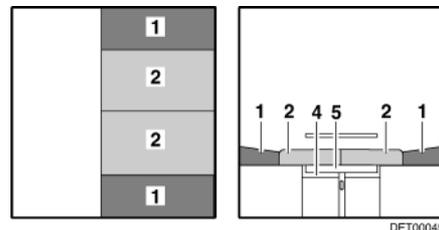

Fig. 45 Después de la transformación
- Tirar de los cojines del asiento (Fig. 45,2) hacia el centro.
- Colocar los cojines del respaldo (Fig. 45,1) entre los cojines del asiento y la pared.